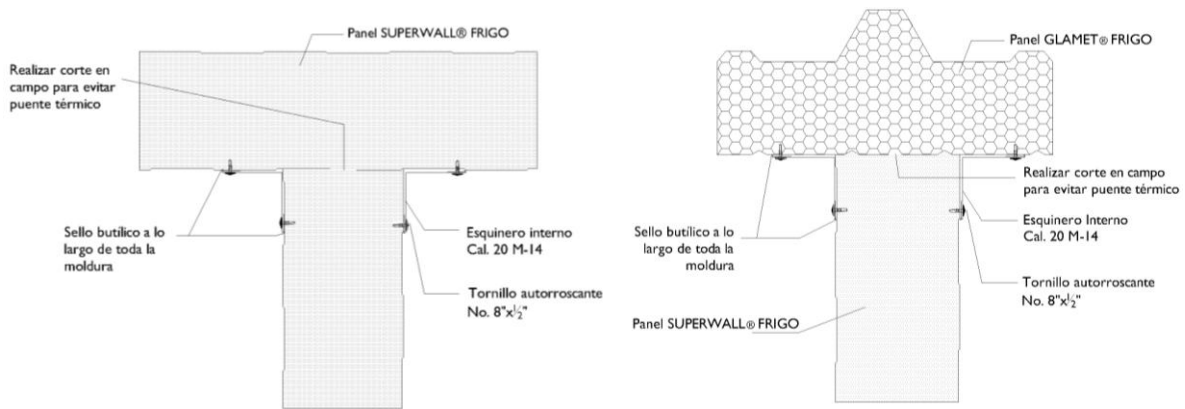

Fig. 11
4.3.14 En la medida que vaya fijando tramos de muro instale los perfiles de remate para esquinas de muros y techos usando tornillos autorroscantes No. 8x1/2" y sellos de butilo y láminas especiales para barreras de vapor. (Fig. 11)